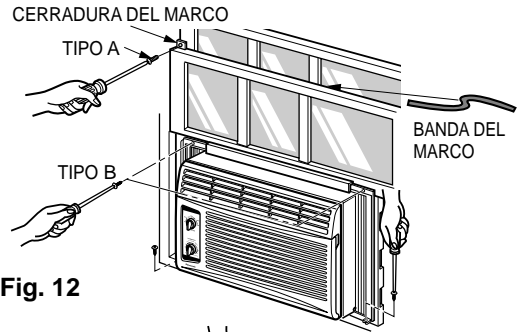

Fig. 12
Extienda los paneles para rellenar los orificios de la ventana usando los 4 tornillos (TIPO B) como en la Fig. 12.
- a. Corte la banda del marco del mismo ancho de la ventana. Coloque la banda del marco entre el vidrio y la ventana para prevenir la penetración al cuarto de insectos y aire, como en la Fig. 12.
- b. Atornille la cerradura del marco usando un tornillo TIPO A, como en la Fig. 12.